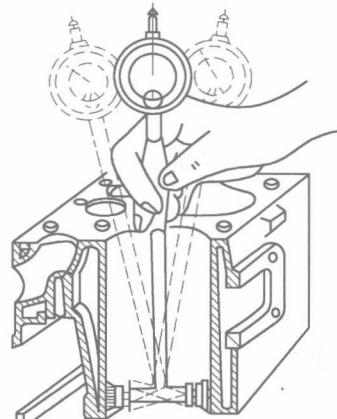

图 1-1-8 内径百分表的使用方法
(2) 使用方法
① 使用内径百分表的方法如图 1-1-8 所示,一手拿住隔热套,另一只手托住百分表表杆下